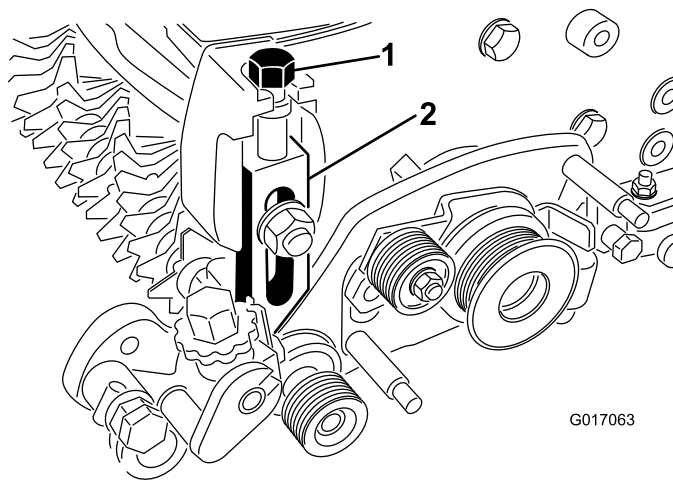

Рисунок 10
21. Вверните винт регулировки высоты скашивания в верхнюю часть узла левого рычага регулятора (Рисунок 10).
22. Установите узел левого рычага регулятора на боковую плиту режущего блока с помощью имеющихся лемешного болта и гайки, а также новой шайбы. Убедитесь, что конец стержня узла рычага высоты скашивания вошел во втулку в отверстии узла привода механической щетки (Рисунок 10).
25. Вверните винт регулировки высоты скашивания в верхнюю часть узла правого рычага регулятора (Рисунок 10).
27. Установите узел правого рычага регулятора на боковую плиту режущего блока с помощью имеющихся лемешного болта и гайки, а также новой шайбы (Рисунок 10).